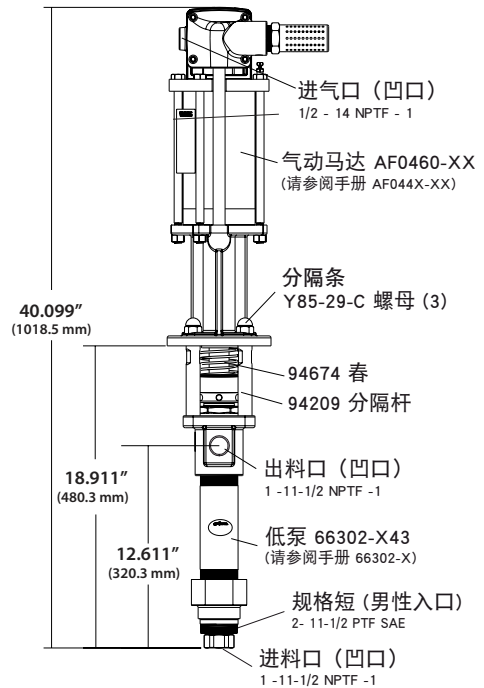

图 1
- 从三个垫片棒删除三个螺母 (Y85-29-C) (见图 1)。